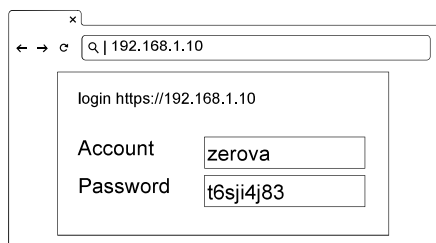

Figura 32. Inicio de sesión
- 2) Véase la figura 32. En la página de inicio de EVSE, inicie sesión con las siguientes credenciales: